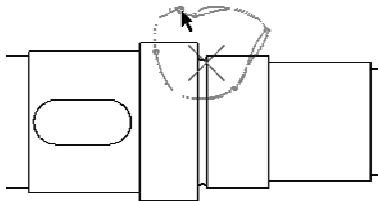

图 12-24 草绘环绕要详细显示区域的样条
④ 系统出现“草绘样条，不相交其他样条，来定义一轮廓线”的提示信息。使用鼠标左键围绕着所选的中心点依次选择若干点，如图 12-24 所示，以草绘环绕要详细显示区域的样条。